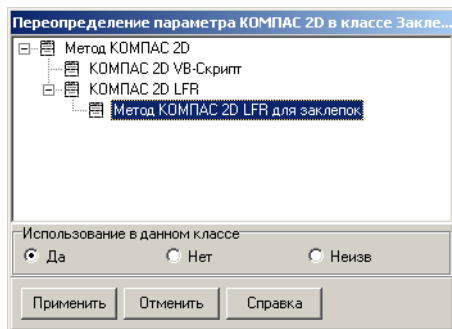

Рис. 4.152.
2. Дважды щелкните левой клавишей мыши по атрибуту *КОМПАС 2D*. Откроется окно переопределения параметра, в котором показан список допустимых типов атрибута (рис. 4.152).